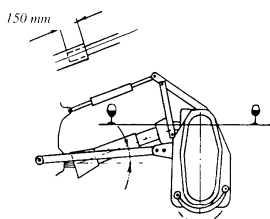
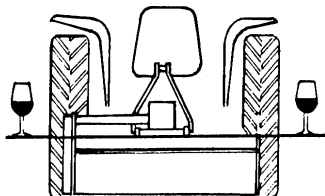

Fig. 5
Fig. 6
Le Rotavator reposant horizontalement sur le sol (fig. 5), reculer le tracteur jusqu'à ce que les parties coulissantes du cardan soient guidées sur environ 150 mm. Choisir l'une des position des chapes ou des pattes d'attelage adaptée à la longueur de la transmission à cardan ( voir fig. 6). Atteler les 3 points du tracteur. Monter le cardan sur la prise de force et fixer les chaînes du protecteur de cardan, côté tracteur et côté machine, pour éviter sa rotation.
- Les longueurs des chandelles soient ajustées de telle façon que l'appareil travaille horizontalement. (fig. 5 et 7)
L'appareil attelé, relever celui-ci sans faire tourner la prise de force. Régler la limite supérieure de relevage lorsque l'angle de cardan atteint 40 ° (fig.5).